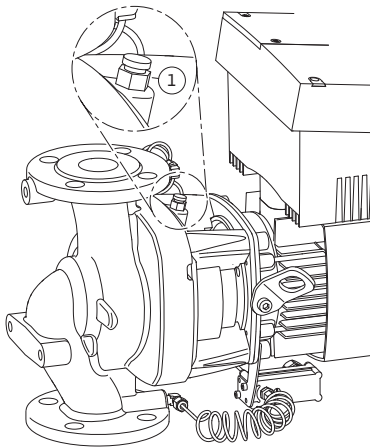

Fig. 44: Ontluchtingsventiel
- Pompen ontluichten door de ontluichtingsventielen los te maken (Fig. 44, pos. 1). Droogloop beschadigt de mechanische afdichting van de pomp. De verschilddruksensor mag niet worden ontluicht (gevaar voor beschadiging).